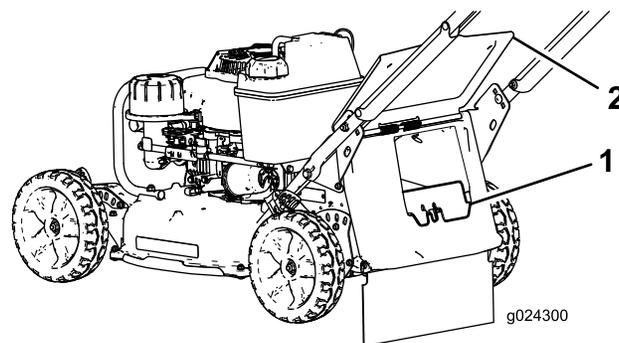

Figura 16
- Se il coperchio di scarico posteriore non è installato, afferratelo dalla maniglia, sollevate lo sportello posteriore e inseritelo nel condotto di scarico posteriore fino a bloccare il fermo in posizione (Figura 16).
3. Rimuovete il coperchio di scarico posteriore premendo il fermo con il pollice ed estraendo il coperchio dalla macchina (Figura 16).